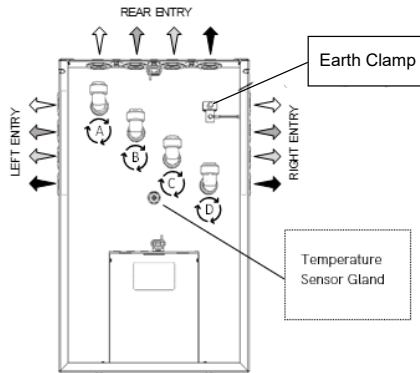

Figure 7 - Flextherm Eco G2 D Ports
- Tournez les coudes du côté où vous souhaitez raccorder le système hydraulique (gauche, droite ou arrière) (Figure 7).
- L'entrée d'eau froide doit être connectée à l'orifice D et la sortie d'eau chaude à l'orifice A. Pendant ce temps, le flux de la source de chaleur externe vers la batterie de chaleur doit être connecté à l'orifice B et le retour de la source de chaleur externe de la batterie de chaleur à l'orifice C (Figure 7, côté gauche).